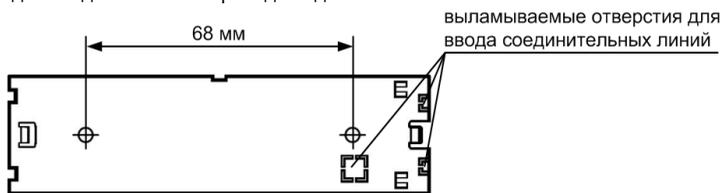

Рис. 2 Основание. Присоединительные размеры
1. Выберите и разметьте место для монтажа с учетом габаритных размеров и положения отверстий для крепежа в основании преобразователя (рис.2). Преобразователь рекомендуется располагать вблизи управляемого прибора.